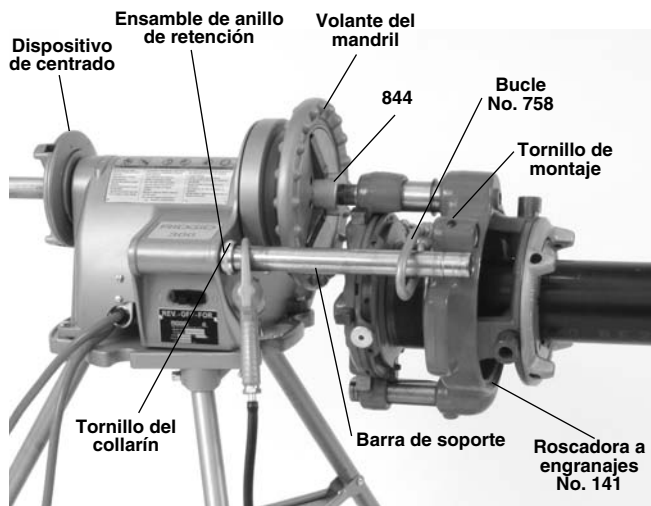

Figura 13 – Roscadora a engranajes Modelo 141 unida directamente a la motopropulsora
3. **Modelo 141** – Afloje el tornillo de montaje en el saliente de conexión de la roscadora a engranajes. Instale el bucle 758 en el saliente y apriete el tornillo de montaje para fijar el bucle. Jale hacia adelante la barra de apoyo del lado del interruptor para que pase a través del bucle 758. Trabe la barra con el ensamble de anillo de retención (Figura 13).